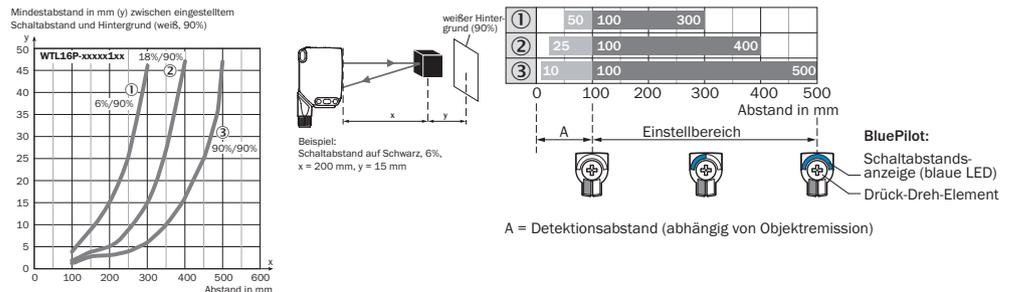
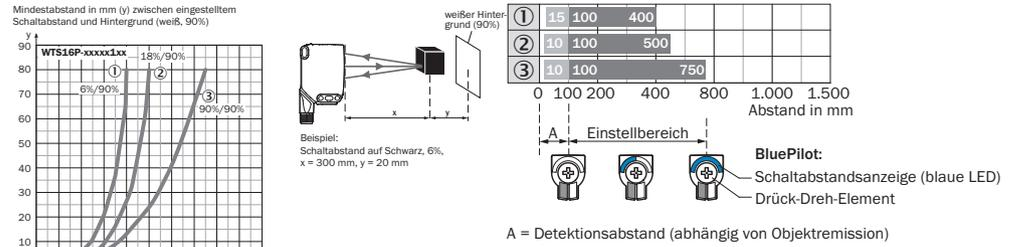

Abbildung 20: Kennlinie 1, WTL16 Bluetooth®-xxxxx1xx, Rotlicht
Abbildung 21: Kennlinie 1, : WTS16 Bluetooth®-xxxxx1xx, Rotlicht
Einsatzbedingungen prüfen: Schaltabstand und Distanz zum Objekt bzw. Hintergrund sowie Remissionsvermögen des Objektes mit dem zugehörigen Diagramm siehe [Abbildung 20, Abbildung 21] abgleichen (x = Schaltabstand, y = Mindestabstand zwischen eingestelltem Schaltabstand und Hintergrund (weiß 90%)). Remission: 6 % = schwarz ①, 18 % = grau ②, 90 % = weiß ③ (bezogen auf Standardweiß nach DIN 5033). Wir empfehlen, die Einstellung mit einem Objekt von niedriger Remission vorzunehmen.
Die minimale Distanz (= y) für die Hintergrundausbldung kann aus dem Diagramm [Abbildung 20 ①] wie folgt ermittelt werden: